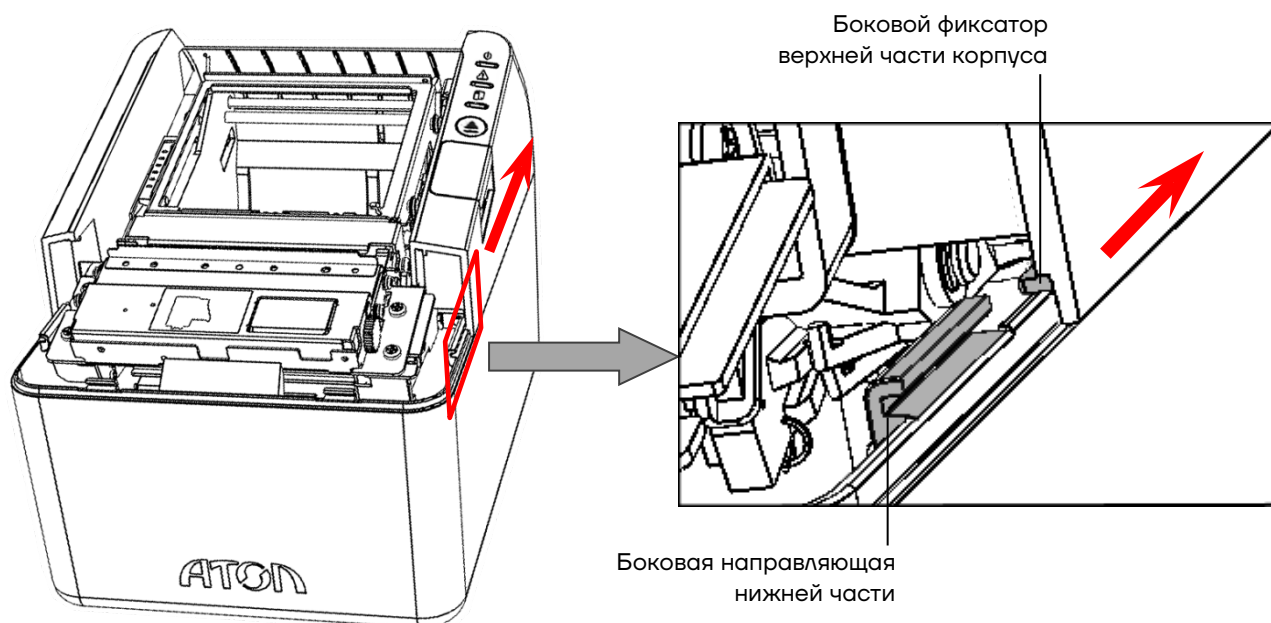
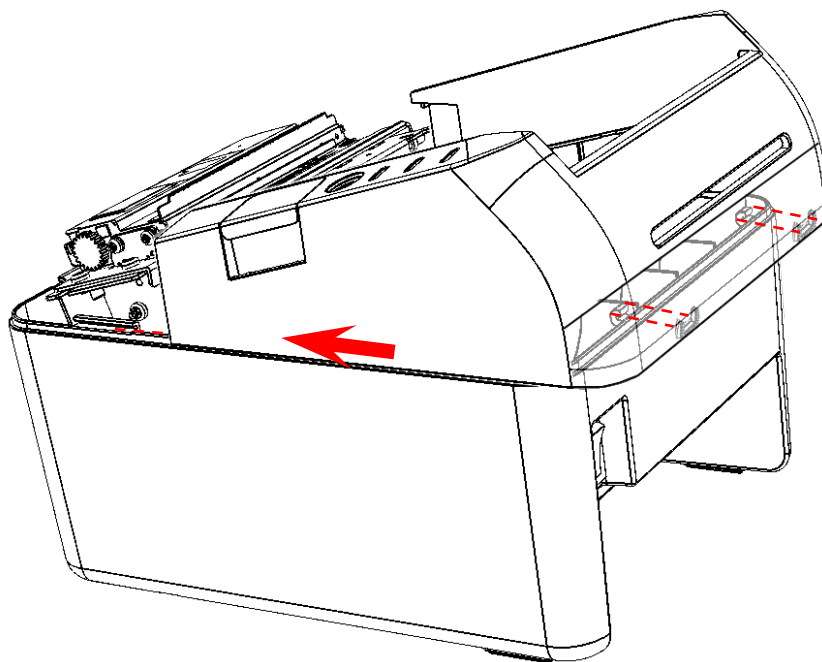

Рисунок 14. Смещение верхней части корпуса (боковые фиксаторы)
Рисунок 18. Установка верхней части корпуса ККТ на его нижнюю часть
- 16** Аккуратно перевернуть верхнюю часть корпуса, учитывая положение кабеля модуля индикации, совместить ее с нижней частью, как показано на рисунке далее. Сдвинуть верхнюю часть вдоль нижней части таким образом, чтобы задние фиксаторы защелкнулись на выступах верхней части, а боковые фиксаторы расположились внутри боковых направляющих нижней части корпуса ККТ (рисунок 18 и рисунок 14).